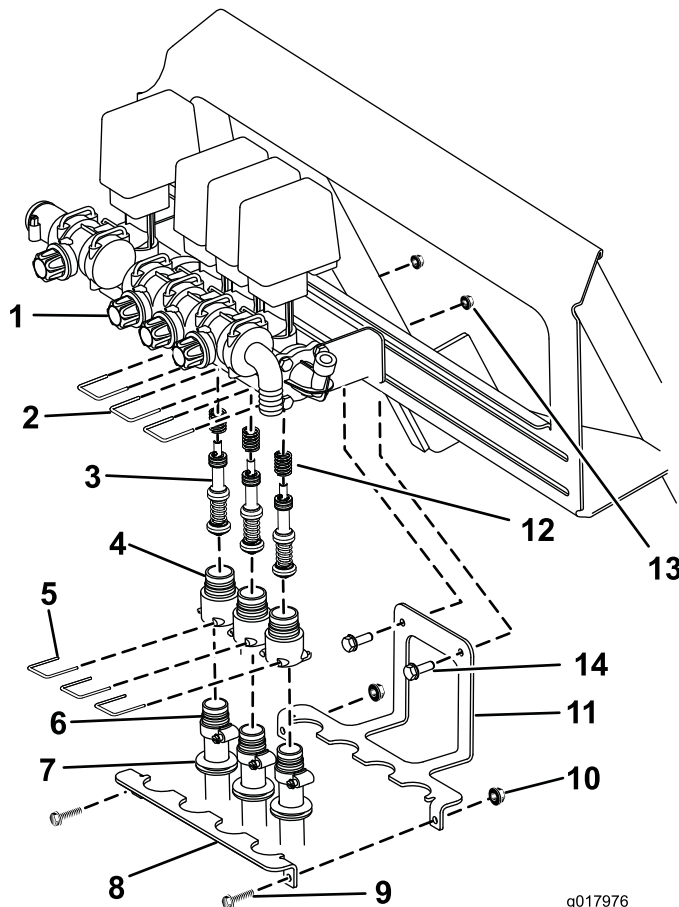

Figura 1
**Nota:** Fate riferimento alla Figura 1 durante questa operazione.
1. Fissate la staffa di stabilizzazione del flessibile al retro della macchina, come illustrato in Figura 1 utilizzando 2 bulloni (5/16 x 3/4 poll.) e dadi flangiati (5/16 poll.).